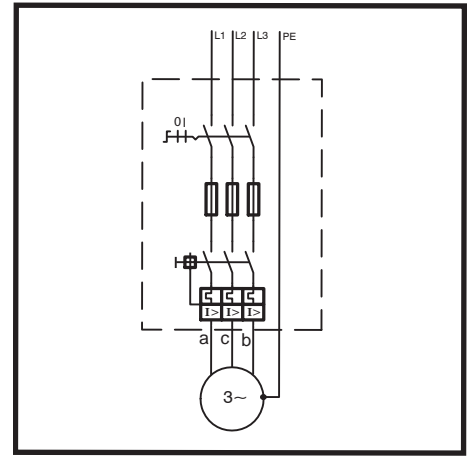

Fig.: 15
1. Conexão trifásica, ver (Fig. 15). Ligar o motor de tal forma que o sentido de rotação seja o mesmo do agregado. A conexão mostra a comutacão normal com a rotação a direita e uma outra no sentido anti-horário.